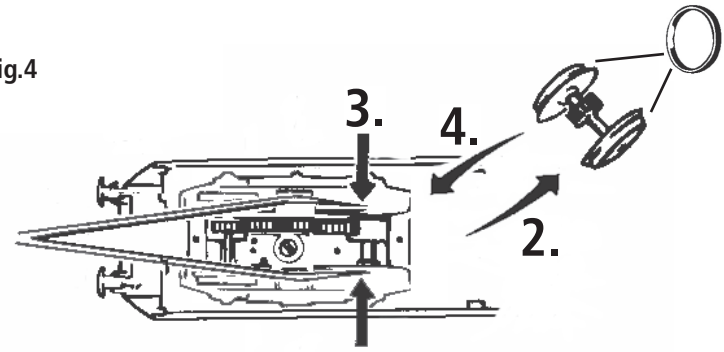

Fig. 8
**3. Haftreifenwechsel:** Zuerst den Getriebedeckel abnehmen (Fig. 4). Danach den **Radsatz** herausnehmen und die **Haftreifen** mit einer Nadel od. mit einem feinen Schraubendreher abziehen (Fig. 8). Beim Aufziehen der neuen Haftreifen darauf achten, dass diese sich nicht verdrehen.
**3. Change of traction tyre:** Remove the gear cover (fig. 4). Take out **wheel set** and remove **traction tyre** using a pin or a fine screwdriver (fig. 8). When pressing on the new traction tyre please **avoid twisting it**.
**3. Échange des bandages d'adhérence:** Démontez d'abord **le couvercle du carter des engrenages** des engrenages (fig. 4). Délogez ensuite les essieux bandagés et enlevez, à l'aide d'une aiguille ou d'un tournevis fin, les bandages d'adhérence (fig. 8). Lors du montage des nouveaux bandages veuillez veiller à ce que les bandages **ne soient pas tordu**.